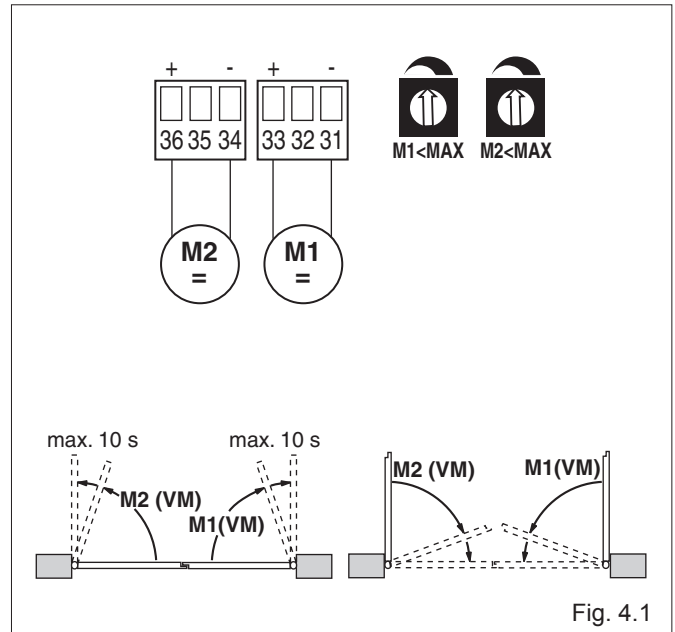

Fig. 4.1
- (Fig. 4.1) **Utilisation sans fin de course**